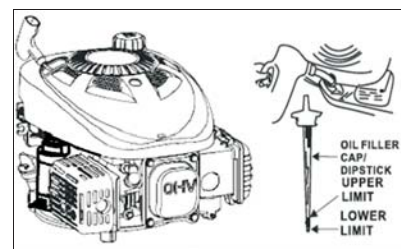

Fig. 9
5. Giet de aanbevolen olie langzaam in de olievulnek. Vul niet te veel bij. Wacht, na het toevoegen van olie, een minuut en controleer daarna het oliepeil met behulp van de peilstok. Het oliepeil moet nu tussen de onderste en bovenste peilstreep staan (Zie Fig. 9).